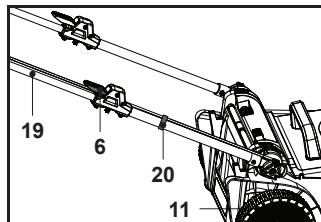

Fig. 4
9. Fixe o cabo de controlo (19) ao grampo do cabo que está pré-instalado por baixo da alavanca de bloqueio (6) e, em seguida, fixe o outro grampo do cabo (20). (Fig. 4).